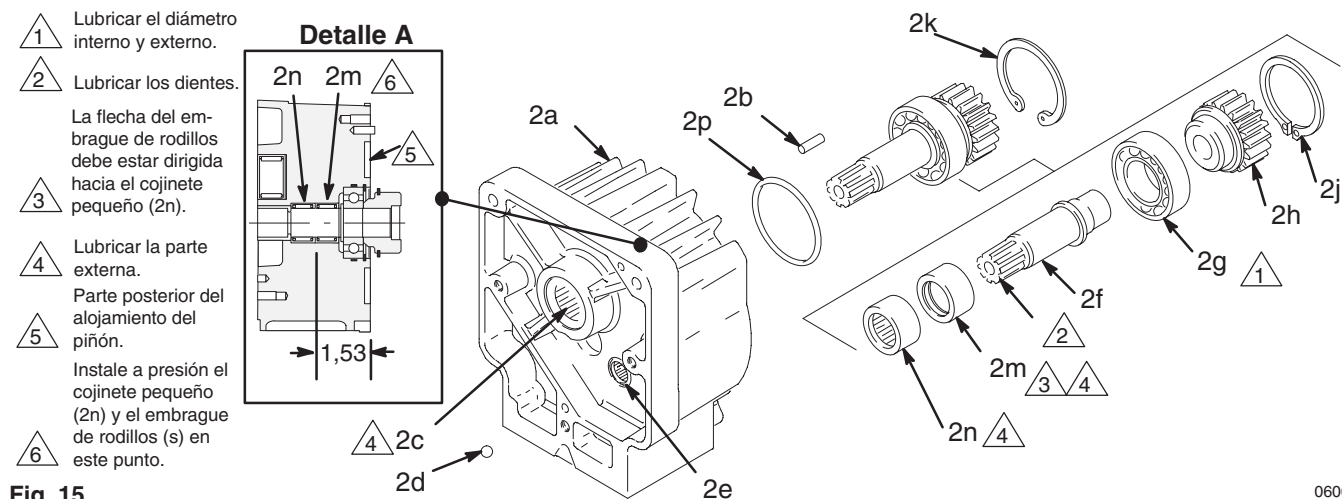

Fig. 15
3. Quite primero los dos tornillos (31) y arandelas de retención (16) inferiores, y luego los tres tornillos superiores (31) y las arandelas de retención (16).
4. Saque el alojamiento del piñón (2) fuera del cárter del embrague (1). El disco (51b) saldrá con él.
5. Saque el inducido (51b) del cubo (2h**) del alojamiento del piñón. Vea también la Fig. 15.
6. Si se reemplaza completamente el conjunto del alojamiento del piñón (2), aplique lubricante G-n (suministrado) en todos los dientes de engranaje. Después recubra los dientes de engranaje con grasa de cojinetes (suministrada). Meta el resto de la grasa de cojinetes en la parte inferior del alojamiento de impulsión. Emplee 3,4 cl de la grasa de cojinetes suministrada.
Reparación del piñón (Fig. 15)
5. Aplique lubricante a las piezas tal como se indica en la Fig. 15.
- El cojinete pequeño (2n) y después el embrague de rodillos (2m), con la flecha dirigida hacia el cojinete pequeño, en la parte trasera del alojamiento (2a). Vea el Detalle A de la Fig. 15.
Revise el cubo acanalado (2h**, Fig. 15, página 27) en busca de signos de desgaste. Reemplace si fuera necesario. Siga las instrucciones de la sección **Alojamiento del piñón**, en la página 27.